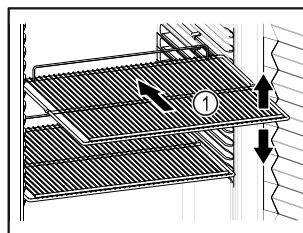

Fig. 86 Esimerkkikuva
- Sovita siirrettävät ritilätasot Fig. 86 (1) korkeuden mukaan.